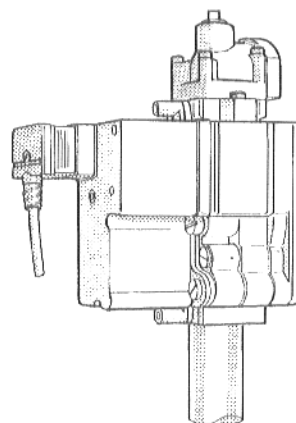

Abb. 24: Gasbrennerarmatur "BM" 762-012
- Gaszuleitung entlüften: Verschußschraube des Prüfnippels für Anschlußdruck und Entlüftung an der Gasbrennerarmatur (Abb. 24 bzw. 25) zwei Umdrehungen lösen. Wenn keine Luft mehr vorhanden ist, Verschußschraube des Prüfnippels wieder schließen.